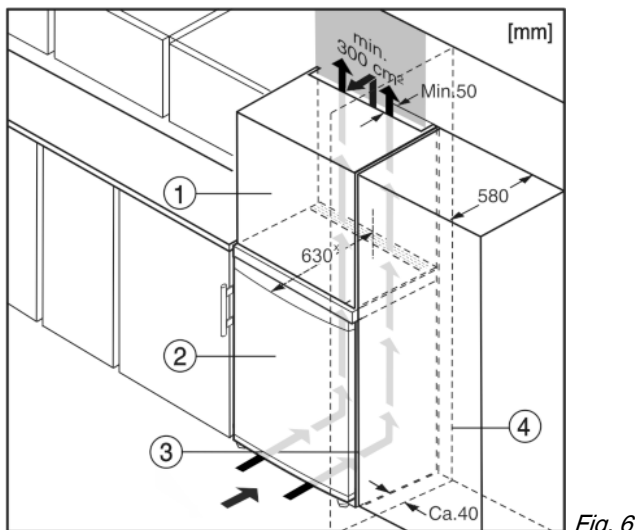

Fig. 6
- (1) Dulap suspendat* (2) Aparat*
(3) Dulap de bucătărie* (4) Perete*
Aparatul poate fi refăcut cu dulapuri de bucătărie. Pentru a aduce aparatul Fig. 6 (2) la același nivel cu mobilierul de bucătărie, se poate monta deasupra aparatului un dulap suspendat Fig. 6 (1).
La integrarea în dulapurile de bucătărie (adâncime maximă 580 mm), aparatul poate fi amplasat direct lângă dulapul de bucătărie Fig. 6 (3). Aparatul iese în afară în partea laterală cu 34 mm x, iar în centrul aparatului cu 50 mm x, în raport cu suprafața frontală a dulapului de bucătărie.
Atunci când aparatul este montat cu balamalele lângă un perete Fig. 6 (4), distanța dintre aparat și perete trebuie să fie de minim 40 mm. Această valoare corespunde proeminenței mânerului cu ușa deschisă.*